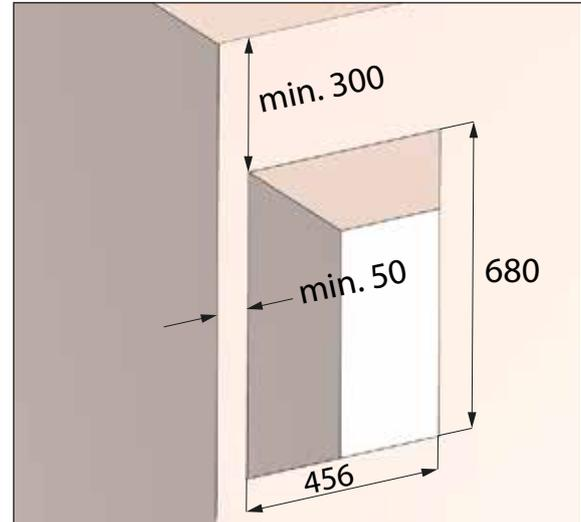

Abb. 10: Mauerdurchbruch für Montageset **mit** Füllstück, Maße in Millimeter
- Mauerdurchbruch komplett (siehe Abb. 10) für Montageset **mit** Füllstück M-WRG-II M/Fü
- Mauerdurchbruch komplett (siehe Abb. 10 auf Seite 20) für Montageset **mit** Füllstück M-WRG-II M/Fü